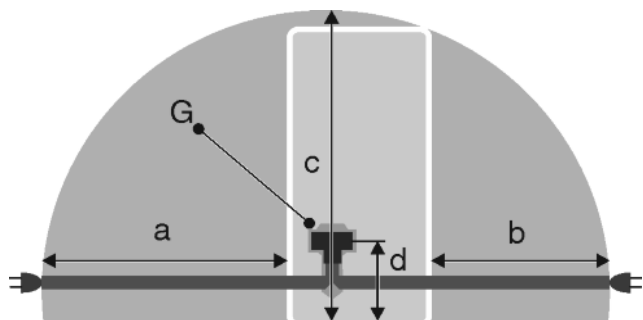

Fig. 24
- Zásuvka leží mimo oblast zadní stěny spotřebiče v dané oblasti Fig. 24 (a, b, c).
- ▶ Zástrčku spotřebiče Fig. 24 (G) zastrčte na zadní straně spotřebiče. Dávejte pozor na správné zaklesnutí.